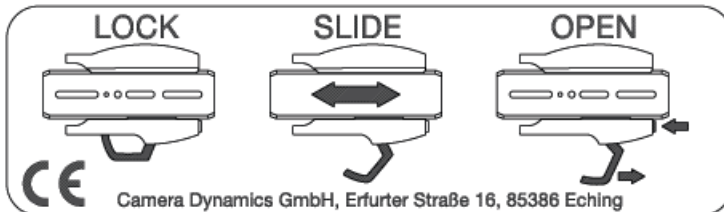

Abb. 3
- > Drücken Sie den roten Sicherungs Druckknopf mit dem Daumen und öffnen Sie den Sideload Hebel vollständig wie in Abb. 3, illustration "OPEN" dargestellt.
-> Nachdem Sie die Kamera ausbalanciert haben (siehe Kapitel 3.4 "Einstellen der Kamerabalance") schließen Sie den Sideload Hebel vollständig (Abb. 3, Illustration "LOCK").
HINWEIS: Falls die Kameraplatte nicht eingerastet ist, läßt sich der Sideload Hebel aus Sicherheitsgründen nicht schließen. Öffnen Sie den Mechanismus nochmals komplett durch Drücken des roten Sicherungs-Druckknopfes und gleichzeitigem Aufziehen des Sideload Hebels (Abb. 3, Illustration "OPEN") und versuchen Sie es erneut.